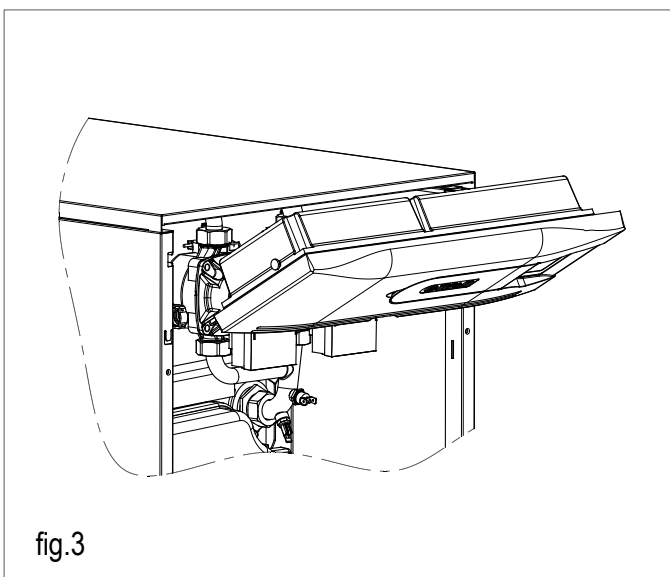

fig.3
- Girar el conjunto e introducir las patillas del portamandos en los alojamientos de los laterales para que quede sujeto (fig. 3). Previamente se deberán doblar unos 45° hacia dentro las pestañas de los alojamientos de los laterales.